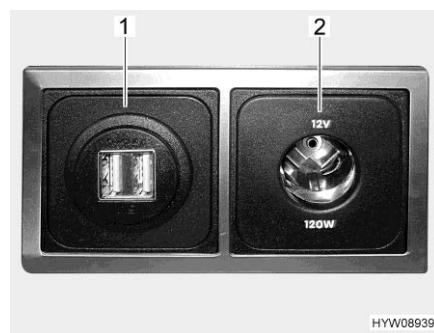

Fig. 85 Presa USB e 12 V
**Presa USB** È possibile caricare le batterie di dispositivi con corrente di carica fino a 2,5 A, collegando i dispositivi alle prese USB (Fig. 85,1).
**Presa a 12 V** Le prese da 12 V (Fig. 85,2) consentono di collegare apparecchi con consumo di corrente massimo pari a 10 A (potenza pari a 120 W).